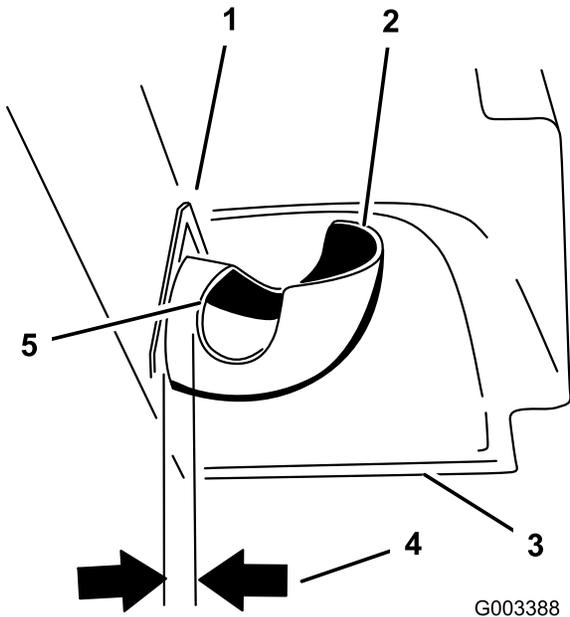

Figure 21
**Remarque:** Mesurez entre la plaque du capot et le bord du tube, comme montré à la Figure 21. L'écart doit être de 19 mm ( $\frac{3}{4}$  po).